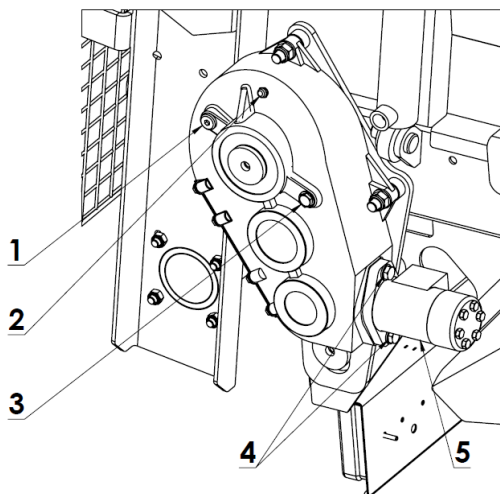

Рисунок 21-й Точки контроля уровня масла редуктора напольного конвейера:
Для слива масла из редуктора напольного конвейера (рисунок 21) открутите болты (3) и выньте гидравлический двигатель (4). Через заливное отверстие (1) заливаете новое масло в редуктор до тех пор, пока оно не появится в контрольном глазке (3). Правильный уровень масла достигается тогда, когда масло видно посередине контрольного глазка.